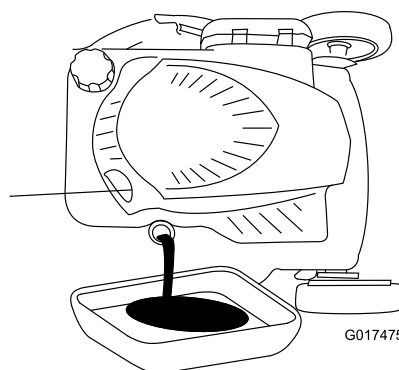

Figure 37
3. Inclinez la machine sur le côté (jauge en bas) pour vidanger l'huile usagée par le goulot de remplissage (Figure 37).